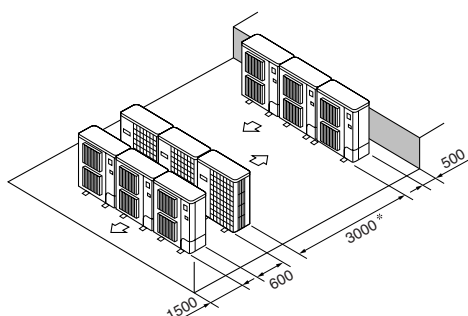

Fig. 2-13
- ⑥ Uppställning med flera parallella enheter (Fig. 2-13)